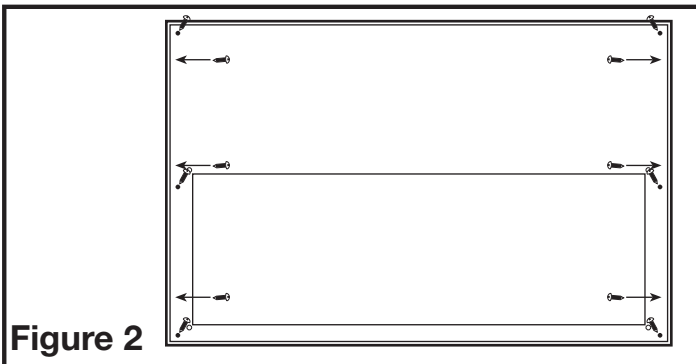

Figure 2
1. Fixez le revêtement à l'armature ou au panneau fait sur mesure du cabinet en utilisant trois vis sur chaque extrémité du revêtement et 3 vis de chaque côté du dessus du revêtement (**Figure 2**).